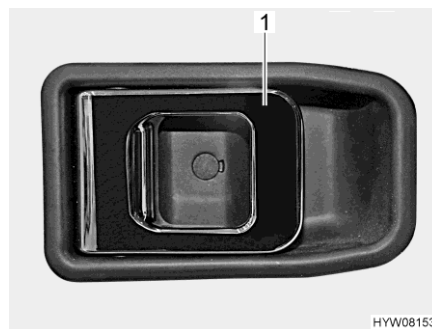

Bild 56 Türschloss (Fahrertür innen)
- Am Griff (Bild 56,1) ziehen. Das Türschloss wird entriegelt bzw. geöffnet.
- Den Griff (Bild 56,1) drücken. Das Türschloss wird verriegelt.